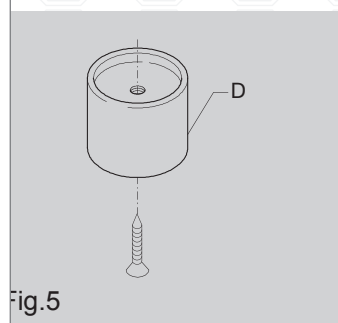

Fig.5
- Fissare, mediante viti o tasselli (non in dotazione), la parte [D] degli attacchi a soffitto (non in dotazione) secondo la lunghezza dell'apparecchio da installare (fig. 5).
- Using screws or screw anchors (not supplied), fix the part [D] of the ceiling connections (not supplied) according to the length of the fitting being installed (fig. 5).